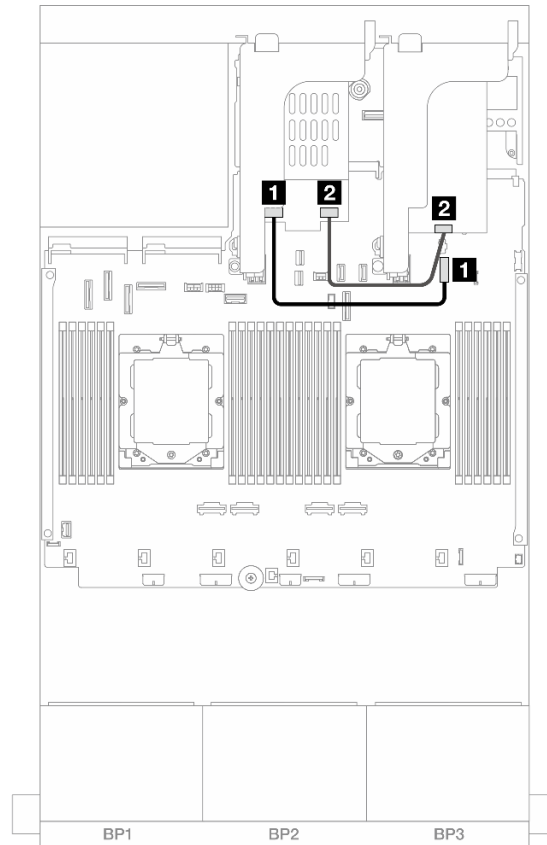

Abbildung 310. RAID-Kabelführung
- Abbildung 310 „RAID-Kabelführung“ auf Seite 332